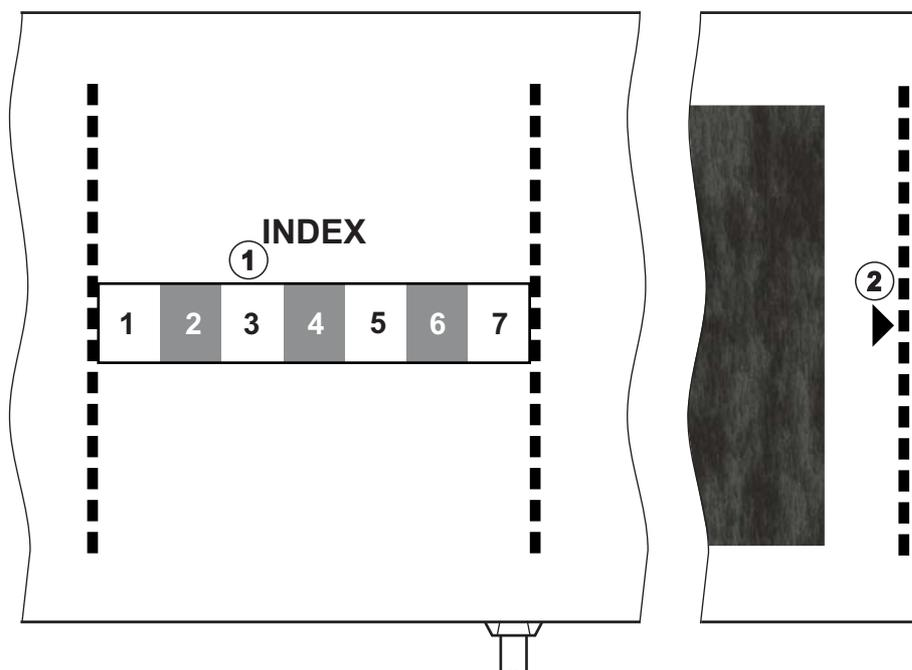

Fig. 11-4 Marquages pour la taille du brassard
La taille du brassard correspond à la circonférence du haut du bras du patient si la ligne pointillée marquée d'une flèche (au bord du brassard, voir Fig. 11-4, ②) se situe dans la zone « INDEX » (①) une fois le brassard appliqué.